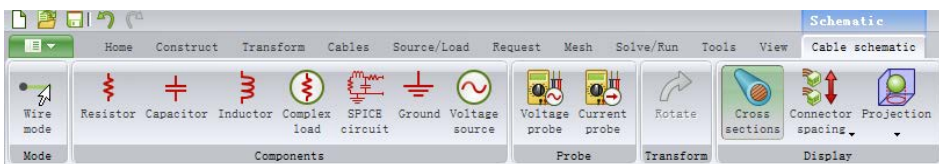
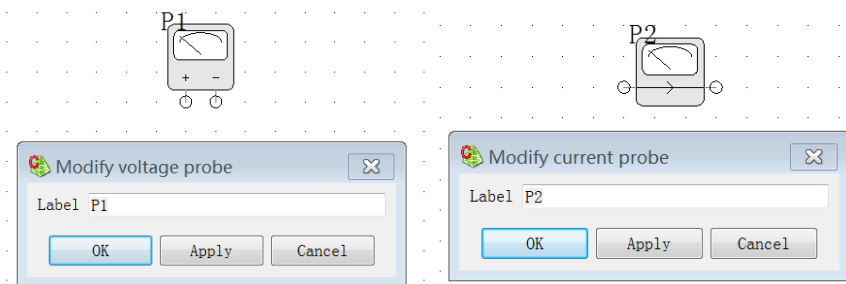

图 8-9 原理图负载、激励与探头
图 8-11 定义电压与电流探头
- (3) 线缆截面定义与路径绑定：可指定辐射电缆和非辐射电缆，加载串联/并联 RLC 电路，指定激励源和负载，以及探针点位置，如图 8-9～图 8-11 所示。